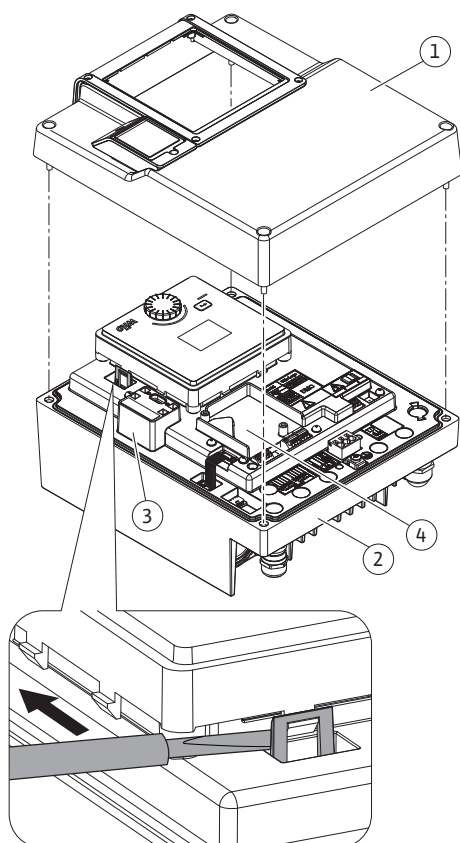

Fig. 17: Module électronique
Les modules CIF (accessoires) servent à établir une communication entre les pompes et la gestion technique de bâtiment. Les modules CIF sont enfichés dans le module électronique (Fig. 17, pos. 4).